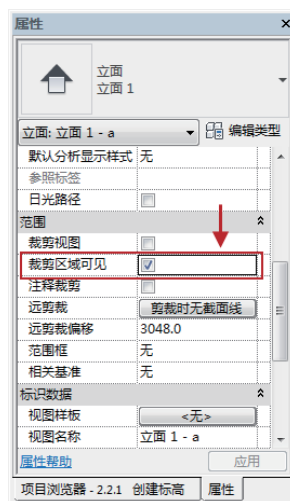

图2-37 勾选“裁剪区域可见”复选框
- 04 双击视图名称，进入“立面1-a”视图。选择“属性”选项卡，在“范围”选项组中勾选“裁剪区域可见”复选框，如图2-37所示。此时，在绘图区域中显示裁剪区域轮廓线。